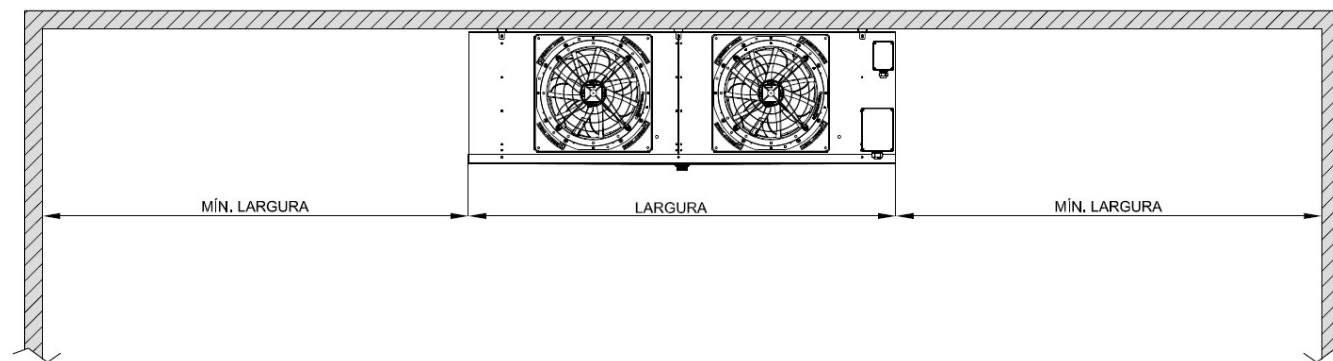

Figura 3 - Distância lateral para retirada de resistência
- Quando evaporador com degelo elétrico deve-se manter uma distância lateral mínima equivalente a largura do equipado para a troca das resistências de núcleo, conforme Figura 3.